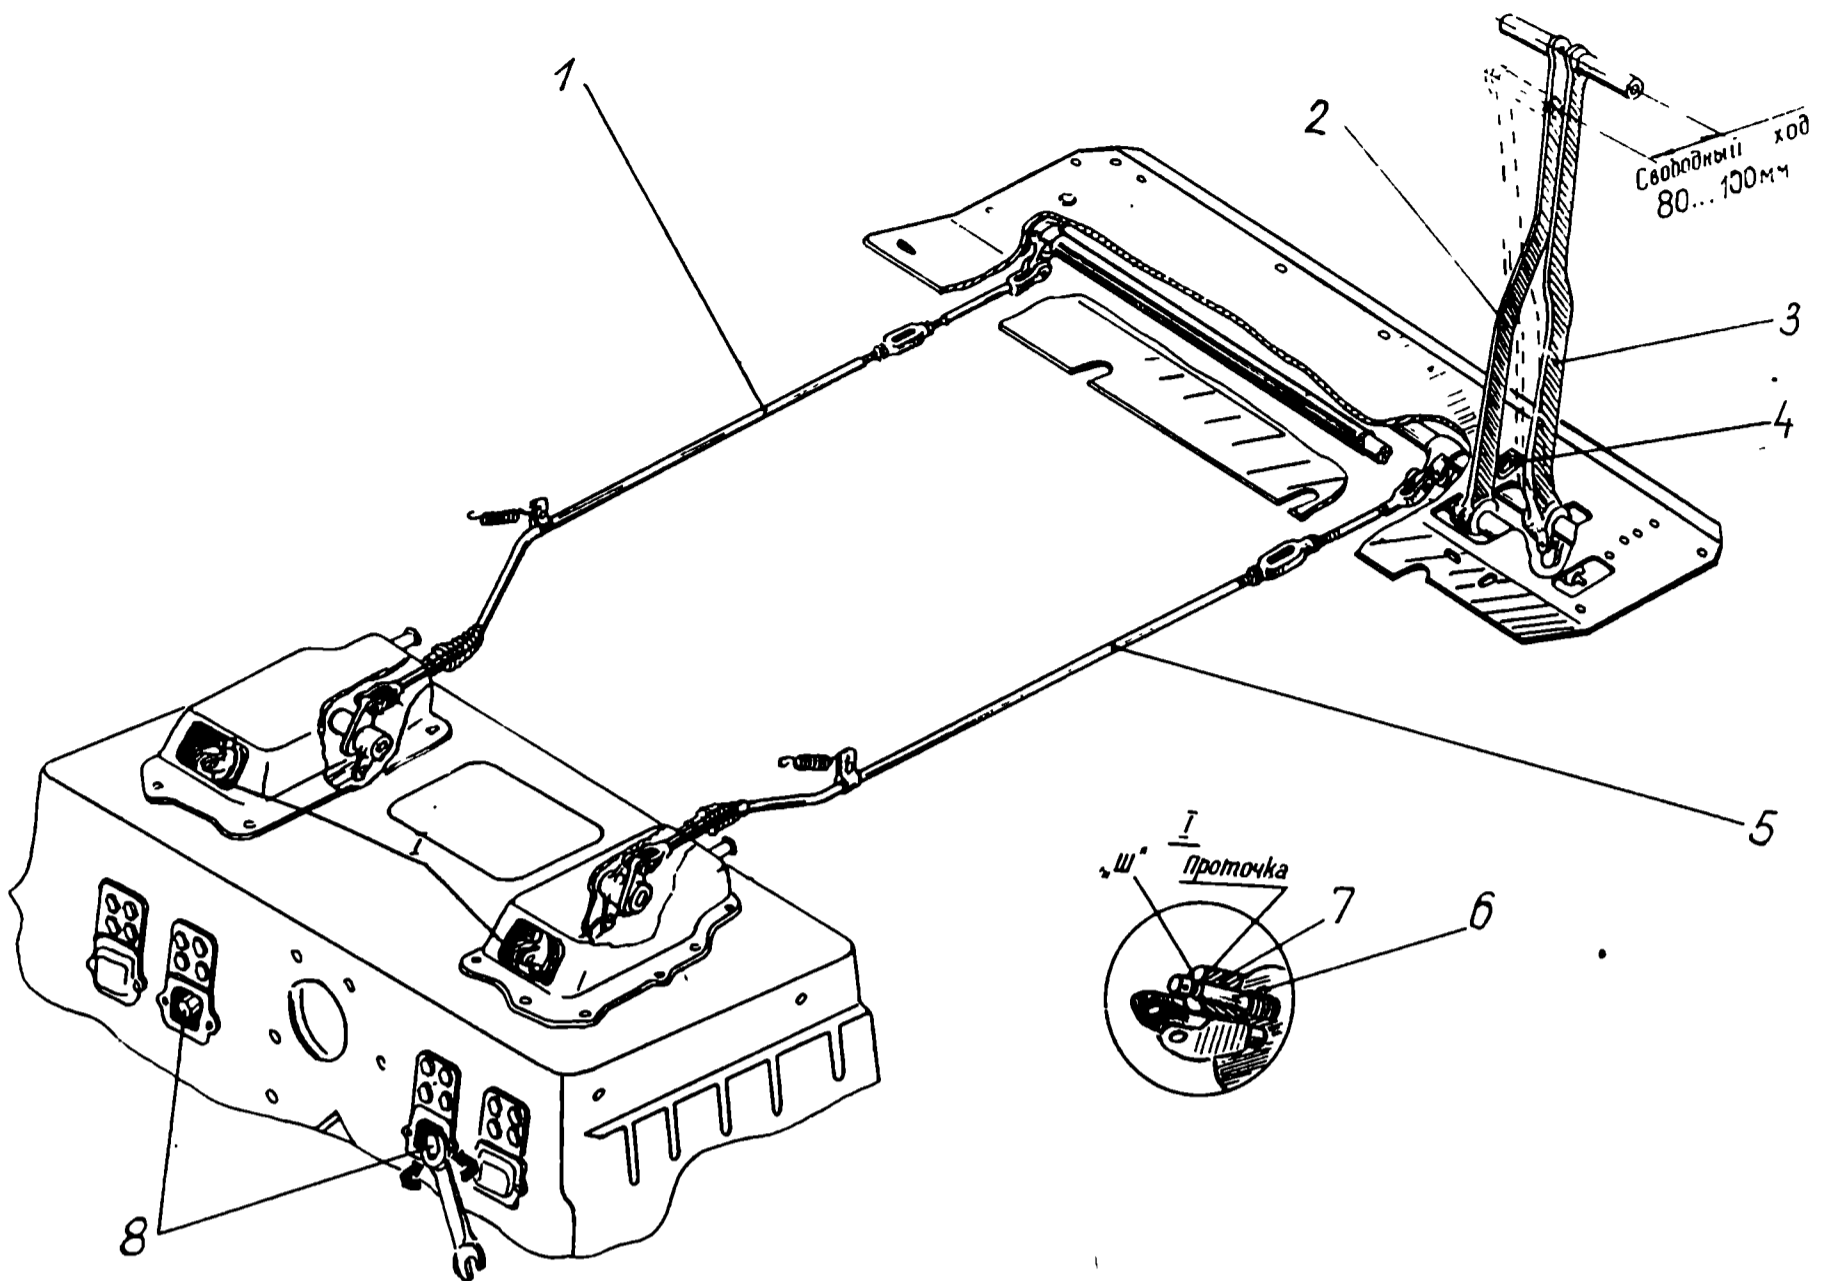

Рис. 92. Регулировка свободного хода рычагов и тяг тормозов планетарного механизма:
Свободный ход, замеренный на концах рычагов 2 и 3 (рис. 92), должен быть в пределах 80—100 мм.
— обтяните при помощи регулировочных гаек 8 (рис. 92) тормозные ленты на шкивах тормозов до отказа;
2. С помощью упора 4 (рис. 92) отрегулируйте положение левого рычага 2 так, чтобы ось его рукоятки совпадала с осью рукоятки правого рычага 3, имеющего неподвижный упор.